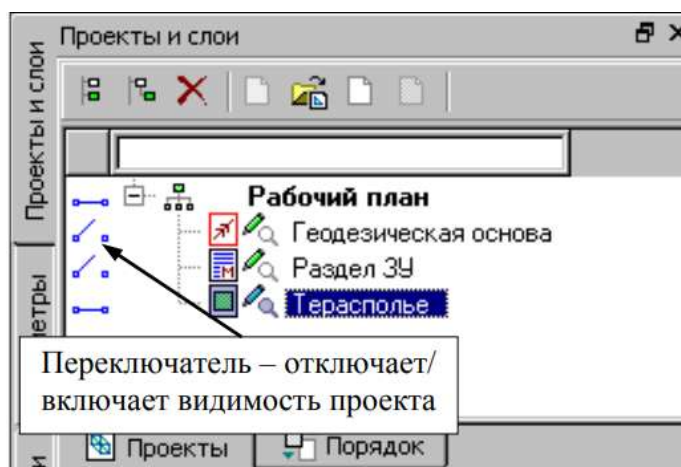

Рисунок 6 - Проекты и слои
6. Так как в наборе проектов создано три типа проектов (**Межевой план, Изыскания и Ситуационный план**), то для удобства просмотра импортированного растра следует отключить видимость проектов **Раздел ЗУ** и **Геодезическая основа**, используя переключатель видимости проекта (рисунок 6).